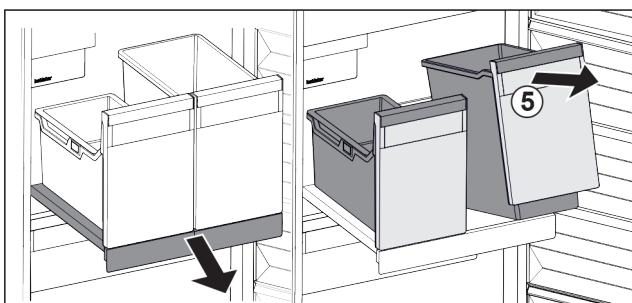

Fig. 18
- Spremnik Fig. 18 (5) podignite sprjeda.